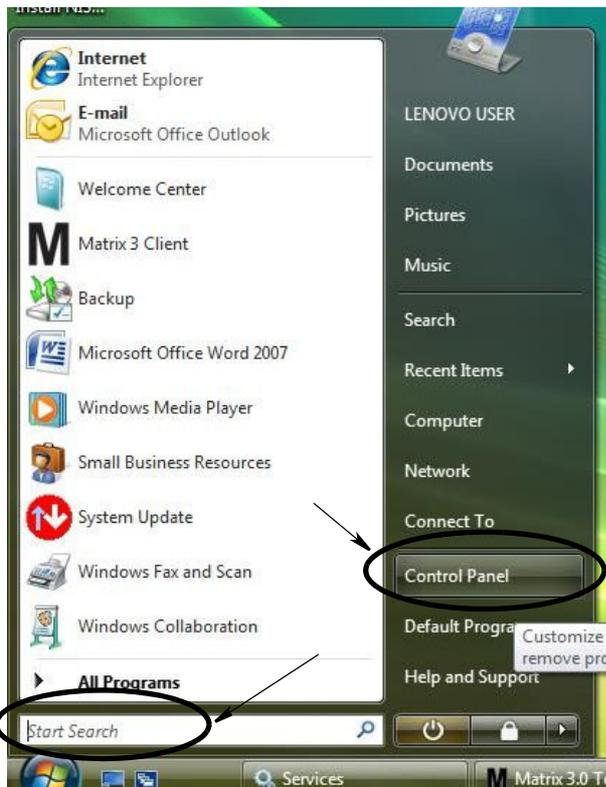

ABB. 16
1. Wählen Sie auf dem Desktop von Windows Vista „Suche starten/Steuerung“ (ABB. 16).